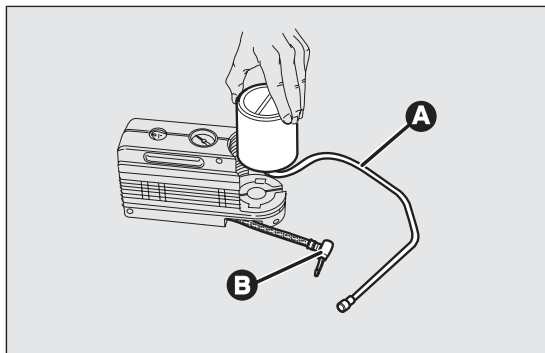

fig. 156
- ☐ disconnect coupling B fig. 156;